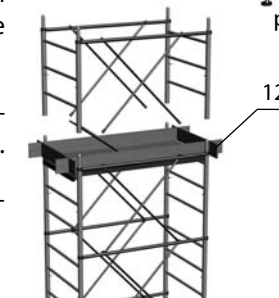

рис. 5
- Установить настилы и фанерное ограждение (12), на высоте не более 11,2 м (рис. 5).
- Последняя секция вышки, служит ограждением рабочей зоны (рис. 5).